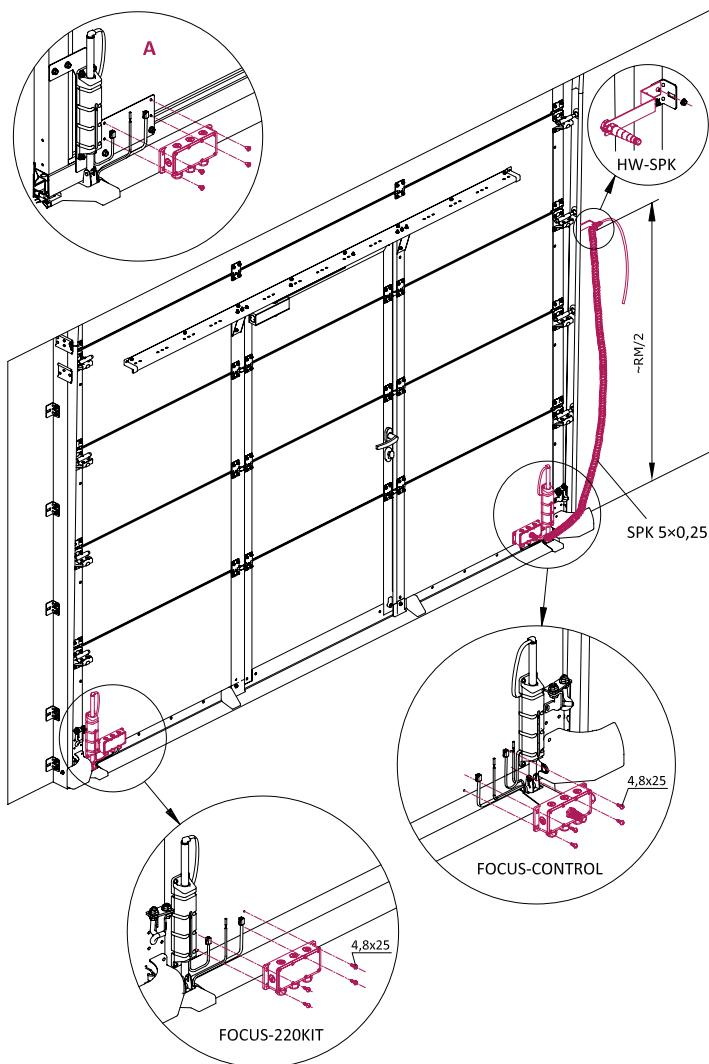

Рис. 2 — Установка комплектов **FOCUS-210** и **FOCUS-220KIT**
- Установите на полотне ворот из сэндвич-панелей коробки комплектов **FOCUS-210 (FOCUS-CONTROL)** и **FOCUS-220KIT** (рис. 2), используя винты 4,8×25 (8 шт. входят в комплект ворот). Для определения места установки коробок на полотне ворот на заводе сделаны по два отверстия.
В случае, когда нижняя секция полотна панорамная, монтаж коробок выполняется на предустановленные стальные пластины (рис. 2, вид А) используя винты M5×8 (8 шт. входят в комплект ворот).
- Установите на внешней стороне углового профиля системы направляющих ворот кронштейн **HW-SPK** (рис. 2) не ниже середины проема ворот (примерно **RM/2**).
4. Короткий конец спирального кабеля **SPK 5x0,25** (рис. 2) проведите через специальный кабельный ввод коробки **FOCUS-CONTROL**, длинный конец проведите через кабельный ввод кронштейна **HW-SPK**.